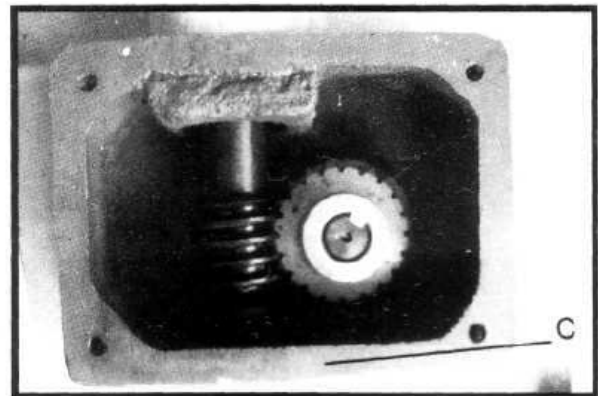

Fig. 21
4. Enlevez la vieille huile et remplacez-la par une huile à engrenage de type 140 disponible dans le commerce local. L'huile neuve doit arriver au bord (C), Fig. 21, de la boîte d'engrenages. Elle ne doit pas déborder. Remplacez le joint, le capot et les quatre vis déposés au POINT 3.